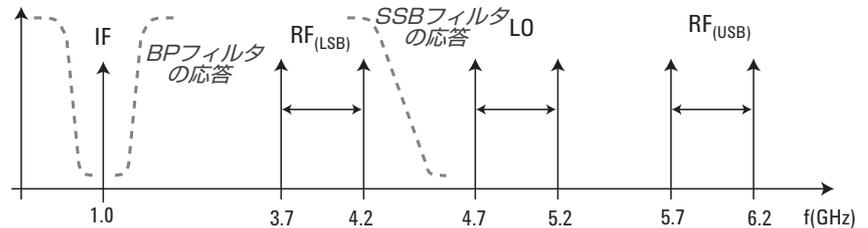

図13. 周波数マップ
11. この測定の支配方程式は、 $LO = RF + IF$ です。図13にこの測定の周波数マップを示します。